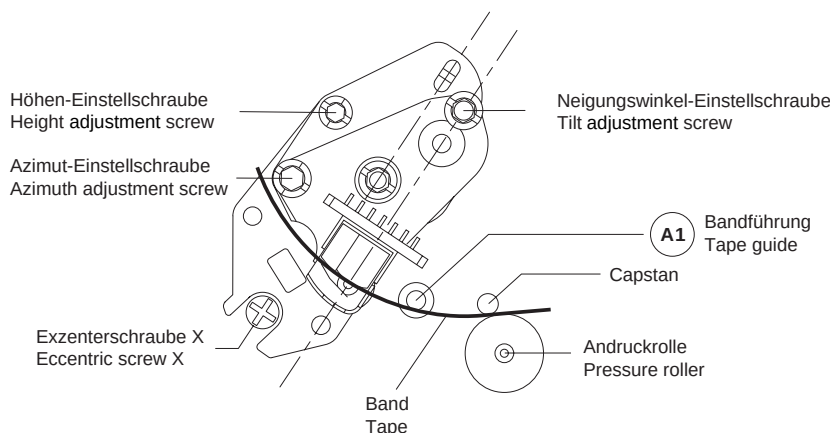

Fig. 25
- Mit der Schraube für den Neigungswinkel (Fig. 25) die Bandunterkante gut auf die Bandführung "A1" aufsetzen (das Band darf nicht an der Unterkante eingerollt sein).
- By means of the tilt adjustment screw (Fig. 25) move the tape until the lower edge just touches the tape guide "A1" (the lower edge of the tape must not bend).
- Mit der Höheneinstellschraube maximale Ausgangsspannung einstellen (Fig. 25).
- Mit der Azimuteinstellschraube auf maximale Ausgangsspannung einstellen (Fig. 25).
- Mit der Exzenterschraube X (Fig. 25) das Trackingsignal "TRIV" (MP ∇_{105}) auf Maximum stellen (DC-gekoppelt).
- Adjust for maximum output voltage with the height adjustment screw (Fig. 25).
- Adjust to maximum output voltage with the azimuth adjustment screw (Fig. 25).
- With the eccentric screw X (Fig. 25) adjust the "TRIV" (MP ∇_{105}) tracking signal to maximum voltage (DC-coupling).